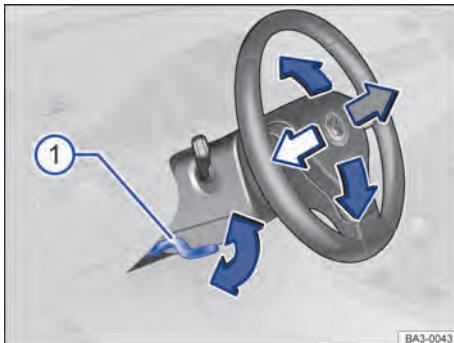

Fig. 65 Embaixo e a esquerda do volante junto com o revestimento da coluna de direção: alavanca de ajuste da posição do volante.
- Empurrar a alavanca para baixo → **Fig. 65 1.** ►